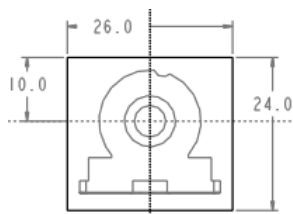

图 14.5 截面草图
(1) 选择命令。单击 **模具** 功能选项卡 **形状** 区域中的 **拉伸** 按钮。
(2) 创建实体拉伸特征。
① 选取拉伸类型。在出现的操控板中,确认“实体”类型按钮 **实体** 被按下。
② 定义草绘截面放置属性。在绘图区中右击,从系统弹出的快捷菜单中选择 **定义内部草绘** 命令。选择 MAIN_PARTING_PLN 基准平面作为草绘平面,草绘平面的参考平面为 MOLD_RIGHT 基准平面,方位为 **下**,单击 **草绘** 按钮,系统至此进入截面草绘环境。
③ 绘制截面草图。进入截面草绘环境后,选取 MOLD_FRONT 基准平面和 MOLD_RIGHT 基准平面为草绘参考,截面草图如图 14.5 所示;完成特征截面的绘制后,单击“草绘”操控板中的“确定”按钮 **确定**。
④ 选取深度类型并输入深度值。在操控板中单击 **选项** 按钮,从系统弹出的界面中选取侧 1 的深度类型 **盲孔**,再在深度文本框中输入深度值 5.0,并按回车键;然后选取侧 2 的深度类型 **盲孔**,再在深度文本框中输入深度值 15.0,并按回车键。